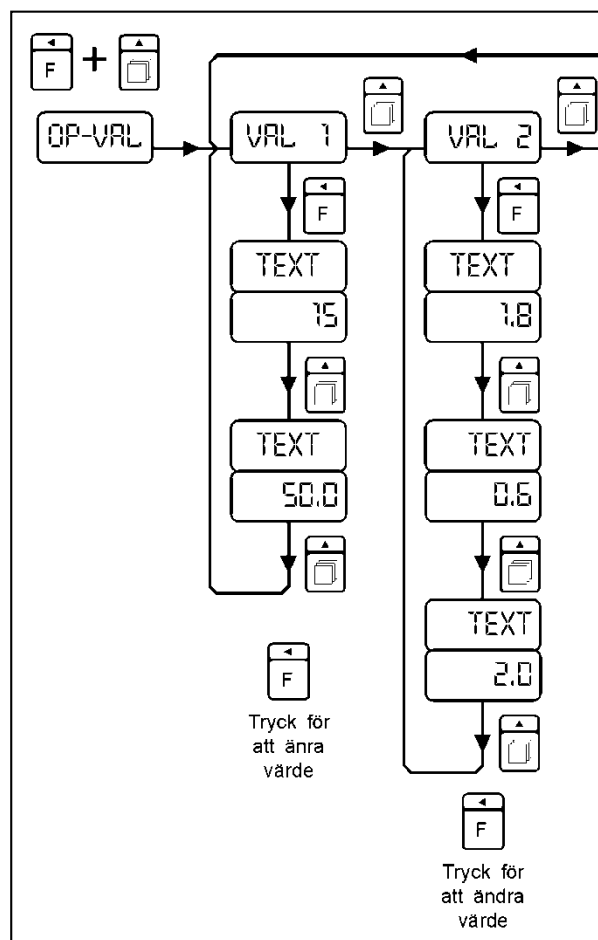

Bild 2.3 - Operatörsmeny
Se bild 2.3. Observera att tillgängliga val beror på på applikationen (IF).